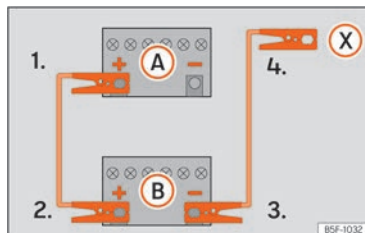

Fig. 4.5 Esquema de conexión para vehículos sin sistema Start Stop.
hículo con la batería descargada (A) » » » fig. 4.5.
3. Emborne el otro extremo del cable rojo de emergencia al polo positivo (+) del vehículo que suministra la corriente (B).
- 4a. En los vehículos sin sistema Start-Stop: emborne un extremo del cable negro de emergencia al polo negativo (-) del vehículo que suministra la corriente (B) » » » fig. 4.5.